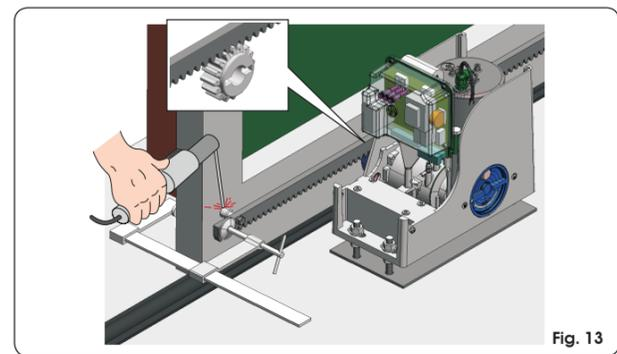

Fig. 13
- 3 Apoye sobre el piñón la primera pieza de cremallera comprobando que esté perfectamente horizontal y suelde el pasador roscado en la cancela como se indica en la Fig.13.